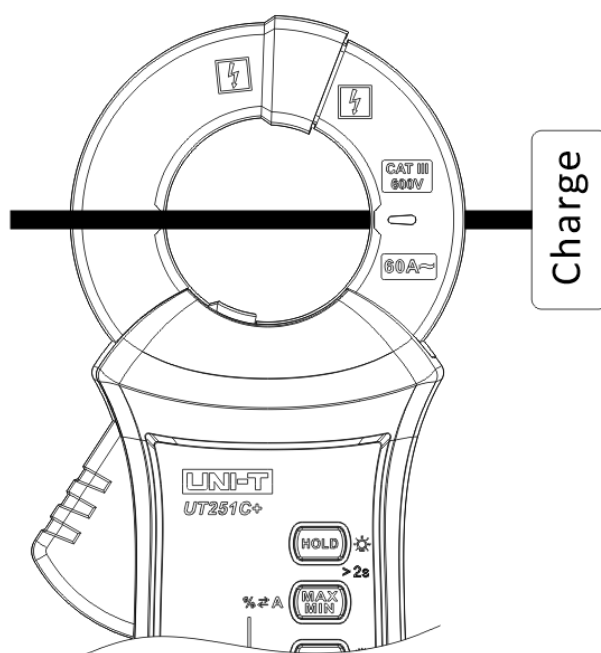

Figure 2-4 Mesure du courant de fuite en courant AC pour l'un des fils de boucle
- 5) Pincez l'un des fils de boucle et mesurez son courant AC, comme le montre la **figure 2-4**.
2. Mesure des harmoniques (Figure 2-4)